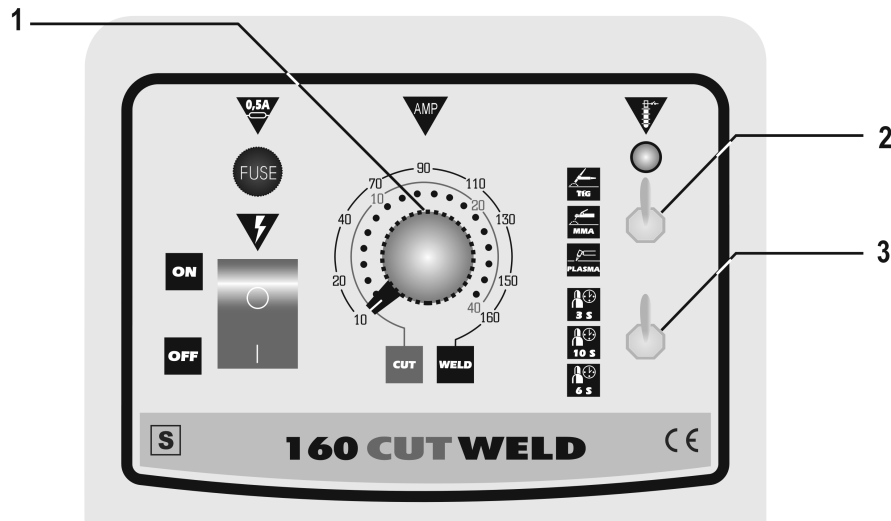

fig.5
- A – Seleccionar TIG no selector TIG/MMA/PLASMA (2-fig.5)
- B – Regular com o potenciômetro de regulação de intensidade (1-fig.5) para o valor de corrente desejado (10 – 160 Amp.).
- C – Seleccionar o tempo de pós-gás de 3, 10 e 6 seg. para refrigeração da tocha no final do corte através do comutador (3-fig.5).